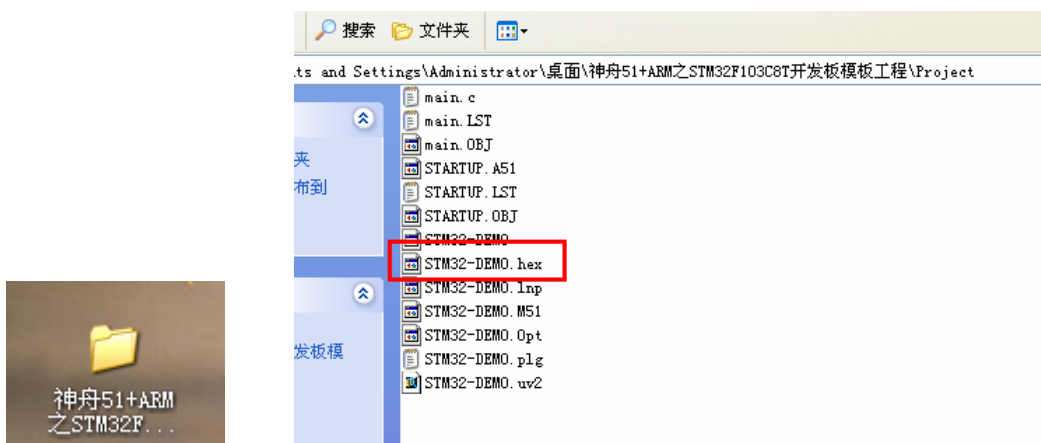

图 2-18 工程存放位置
9. 编译成功，我们可以看到编译后的 HEX 文件，直接进入 Project 文件夹，打开即可如图 2-18 和 2-19 所示：